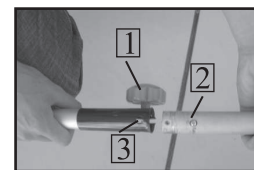

рис.2
### 6.1 Установка нижней части штанги гибкого вала (рис.2).
6.1.1 Ослабьте барашковую рукоятку 1 (рис.2), откручивая её против часовой стрелки.
6.1.2 Совместите верхнюю и нижнюю части штанги, как показано на рис.2
6.1.3 Соедините верхнюю и нижние части штанги. При этом фиксирующая кнопка 2 (рис.2) должна находиться в отверстии 3 (рис.2) соединительной муфты.